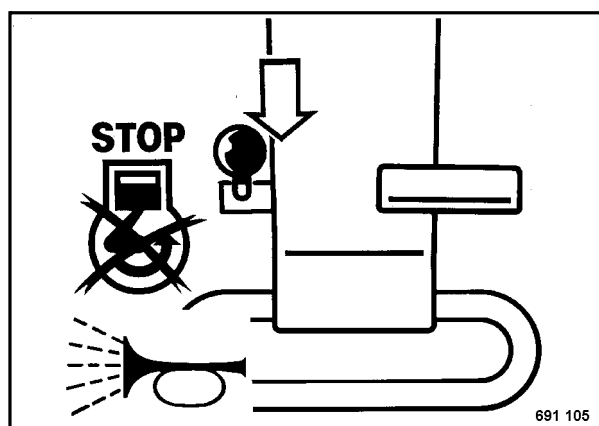

Fig. 2
- Colocar la palanca reguladora de revoluciones (Fig. 2) en posición "STOP". Suena el zumbador.